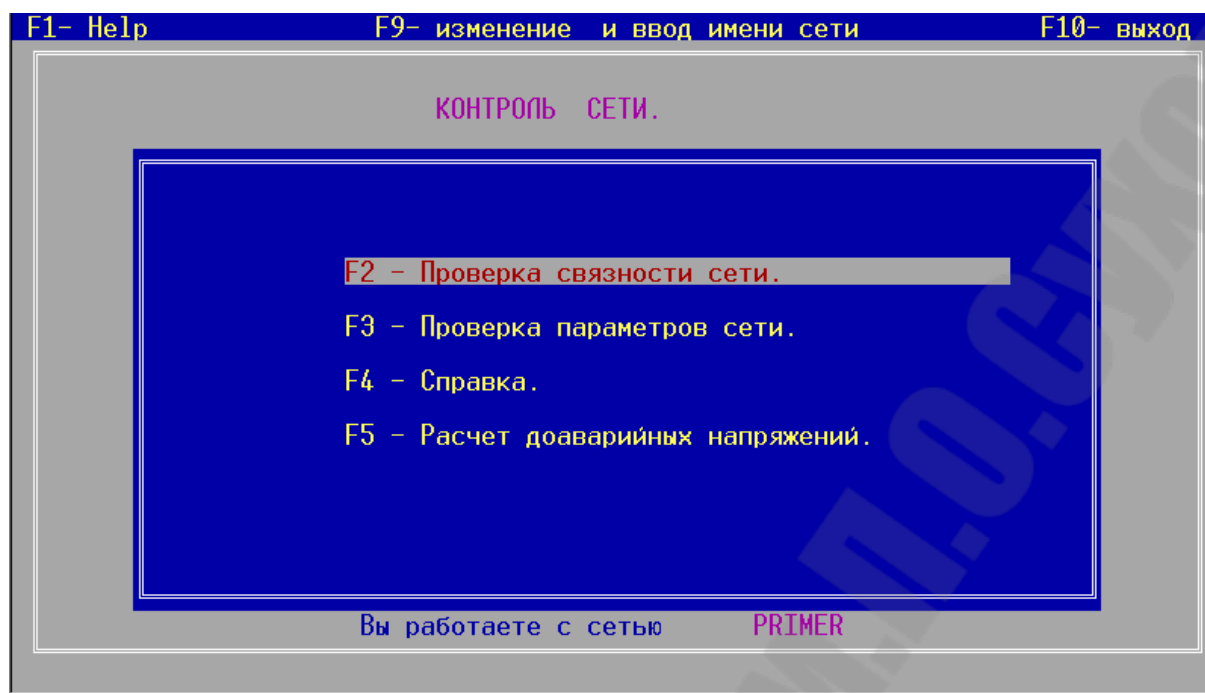

Рис. 5.7. Таблицы с параметрами схем замещения нулевой последовательности
**Контроль сети** – позволяет проверить корректность и полноту ввода информации. Программа тестирует исходные данные по нескольким критериям, выбор которых осуществляет пользователь с из меню (рис. 5.7).